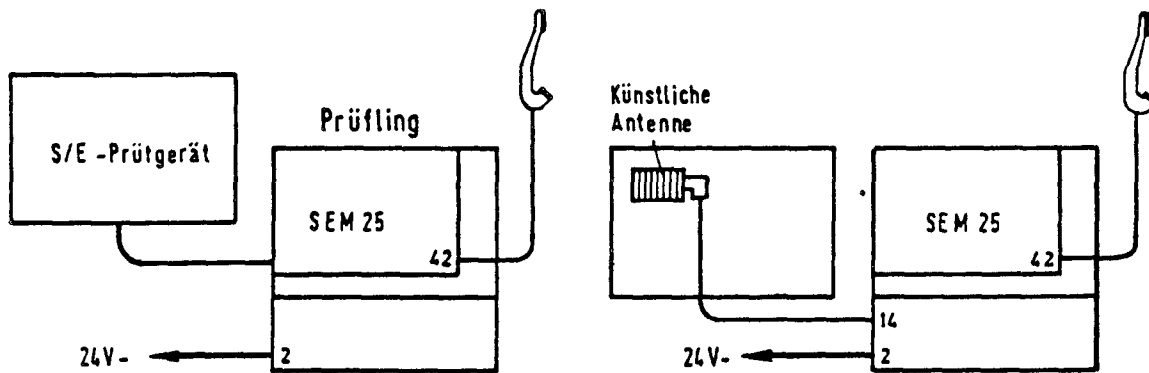

Bild 22 Prüfaufbau
4.3.5. Überprüfen der Rauschsperre mit einem zweiten SE-Gerät (Bild 22)